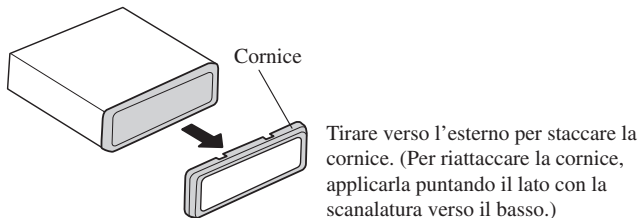

Fig. 13
1. Togliere il telaio. (Fig. 13)